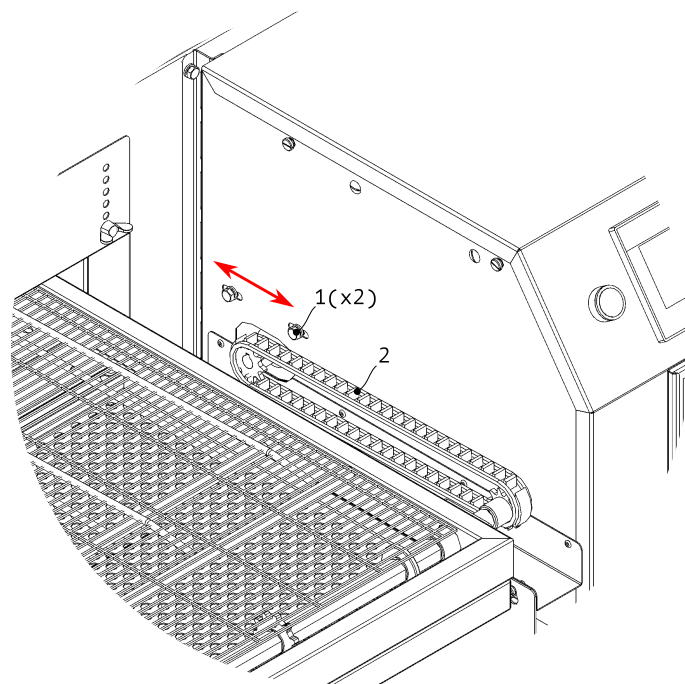

Рисунок 20
2. Ослабьте два болта крепления двигателя (1), см. Рис. 20.
3. Смещая двигатель добейтесь нужного натяжения — цепь (2) должна быть свободной, но провис не должен превышать 2 мм.